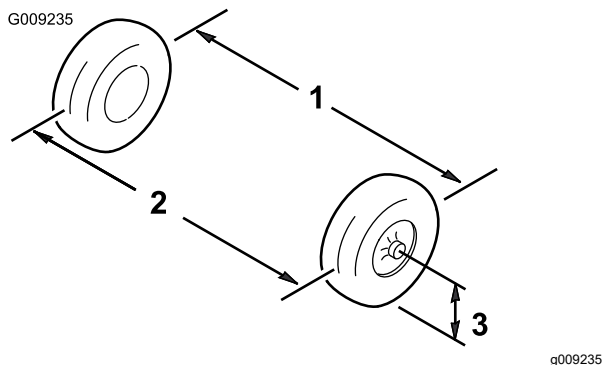

Figure 44
2. Mesurez la distance entre les roues avant à hauteur d'essieu, à l'avant et à l'arrière des roues (Figure 44).